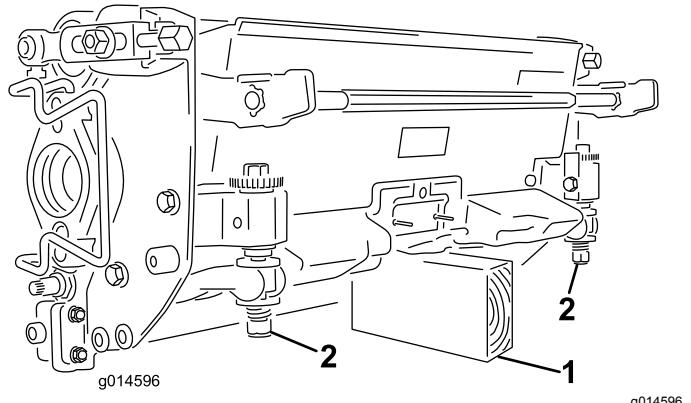

Figura 42
**Importante:** Sempre que precisar de inclinar a unidade de corte, coloque um apoio por baixo da traseira da unidade de corte para assegurar que as porcas da barra de apoio não fiquem apoiadas sobre a superfície de trabalho (Figura 42).